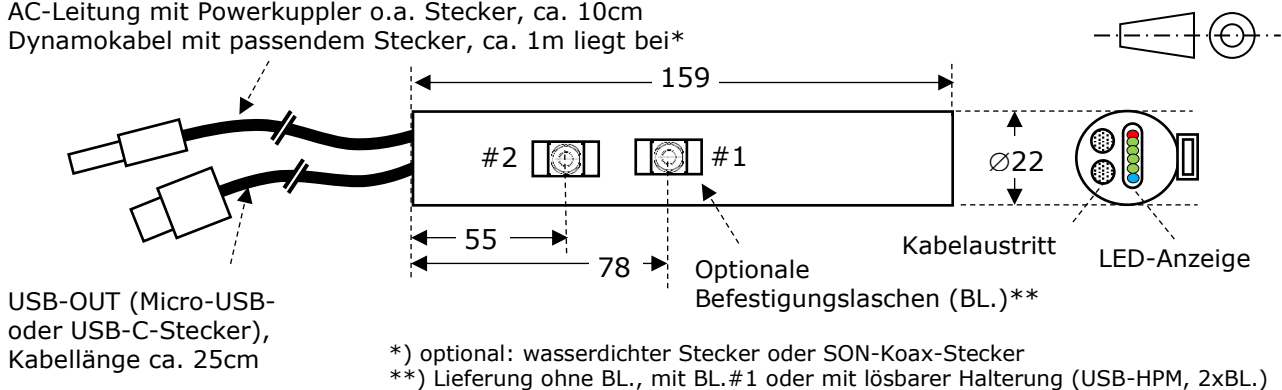

Bild 5: Abmessungen und Anschlüsse (nicht maßstabsgerecht, Maße in mm)
- ³⁾ 1 Clip, drehbar (sh. Bild 5), bitte nur im Uhrzeigersinn drehen, keinesfalls die Schraube lösen; 2 Clips nur für lösbare Halterung USB-HPM
Entfernen Sie keinesfalls selbst die Befestigungslasche (Bild 5). Die Schraube fällt ins Innere des Harvesters und kann Kurzschlüsse verursachen. Die Befestigungslasche ist drehbar, bitte nur im Uhrzeigersinn drehen, keinesfalls die Schraube lösen.